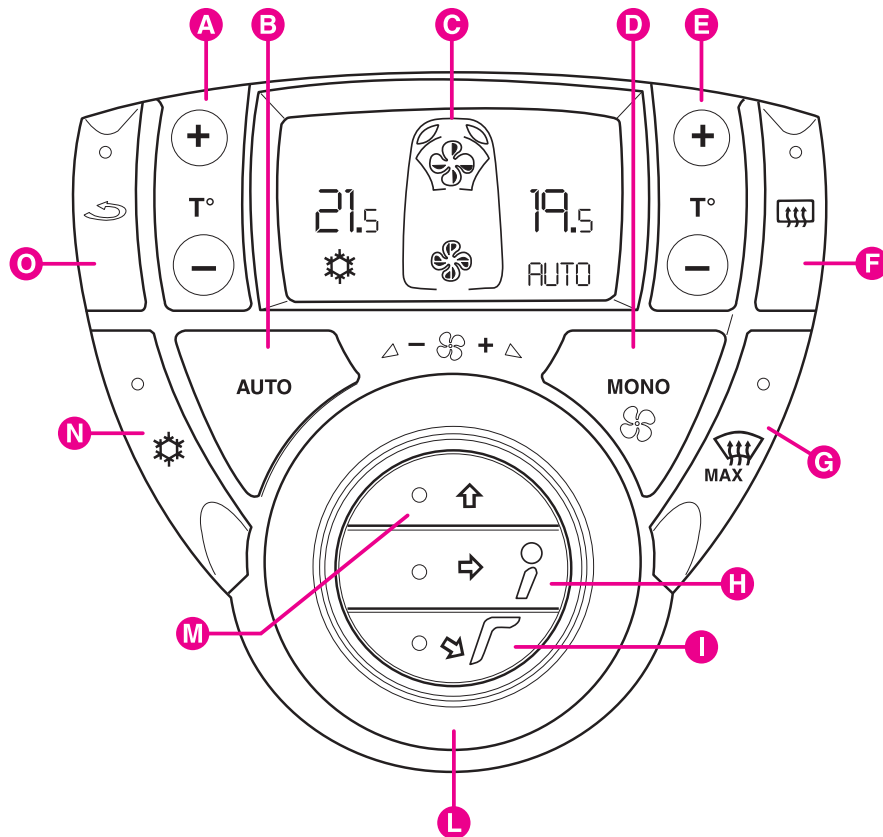

fig. 88
Légende fig. 88
• **alignement des températures côté conducteur et côté passager (MONO) fig. 88 (pour versions dépourvues de ventilateurs additionnels):** on obtient ce réglage en appuyant sur le bouton **D**: les températures conducteur et passager sont unifiées pour obtenir une température homogène dans l'habitacle.